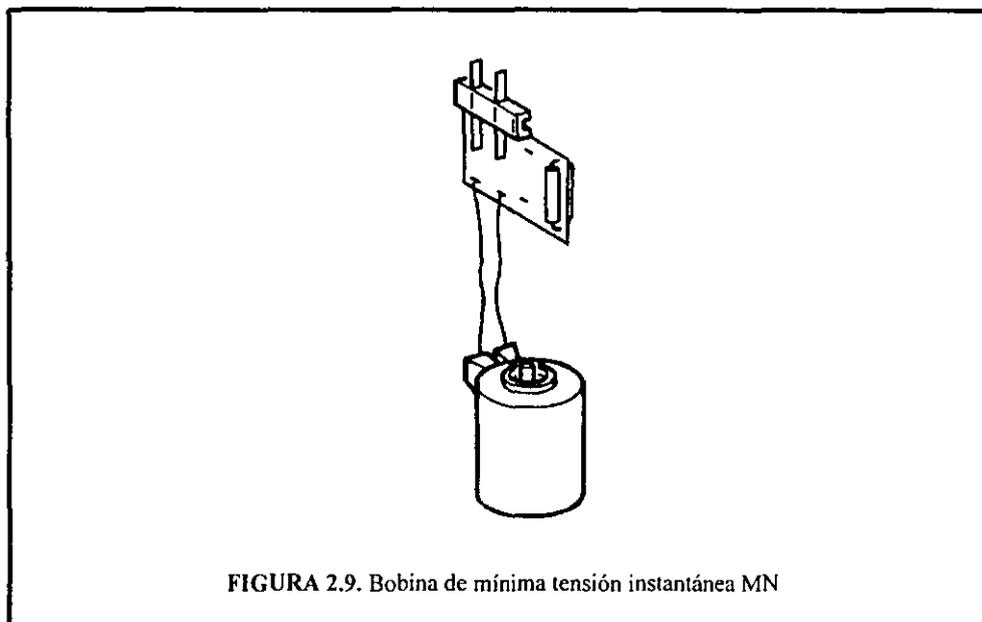

FIGURA 2.9. Bobina de mínima tensión instantánea MN
**Bobina de mínima tensión instantánea MN**.- La figura 2.9 muestra la bobina de mínima tensión instantánea MN; esta bobina provoca la apertura instantánea del interruptor automático cuando su tensión de alimentación desciende a un valor comprendido entre 35 y 75% de su tensión nominal. Si la bobina no esta alimentada, el cierre (manual o eléctrico del interruptor automático no es posible. Toda tentativa de cierre no provoca ningún movimiento de los contactos principales. El cierre se permite cuando la tensión de alimentación de la bobina alcanza el 85% de sus tensión nominal.